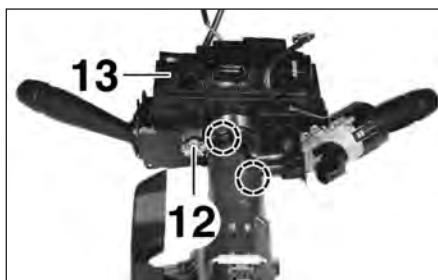
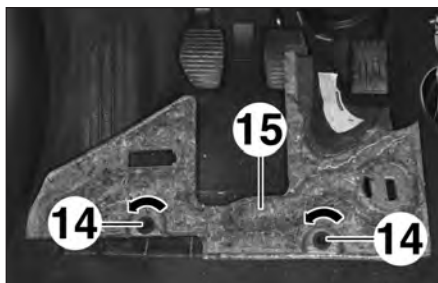
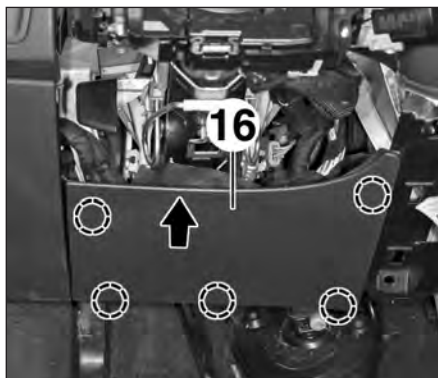

FIG.26
FIG.27
FIG.28
- Desserrer la vis (12), du collier du module de commande sous volant (13), au maximum (Fig.26).
- Débrancher le module de commande sous volant (13) et le déposer.
- Tourner les vis quart de tour (14) (Fig.27).
- Déposer la garniture inférieure gauche (15) de la planche de bord.
- la garniture inférieure (16) de la planche de bord dans le sens de la flèche (Fig.28),